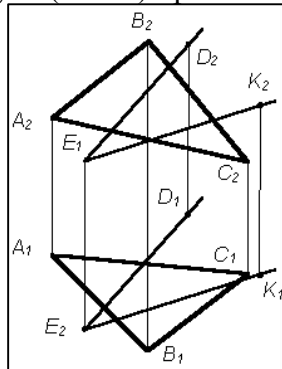

Рис. 4.
4. Построить линию пересечения плоскости $P(\triangle ABC)$ с плоскостью $Q(DE \cap EK)$ (рис. 4).